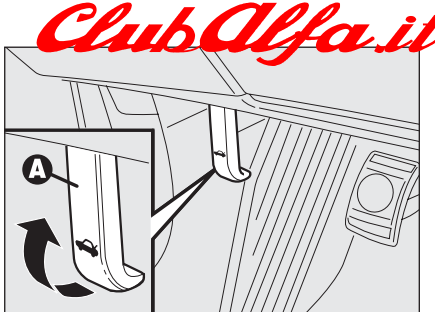

fig. 86
- ☐ tirare la leva **A-fig. 86** fino ad avvertire lo scatto di sgancio;